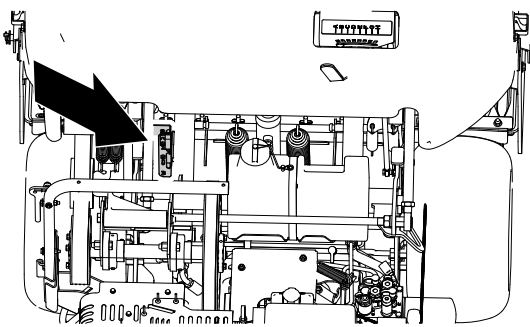

**Рисунок 31**
2. Поднимите рычаг защелки капота и поднимите капот, чтобы снять его с машины (Рисунок 31).
2. Поднимите рычаг защелки капота и поднимите капот, чтобы снять его с машины (**Рисунок 31**).